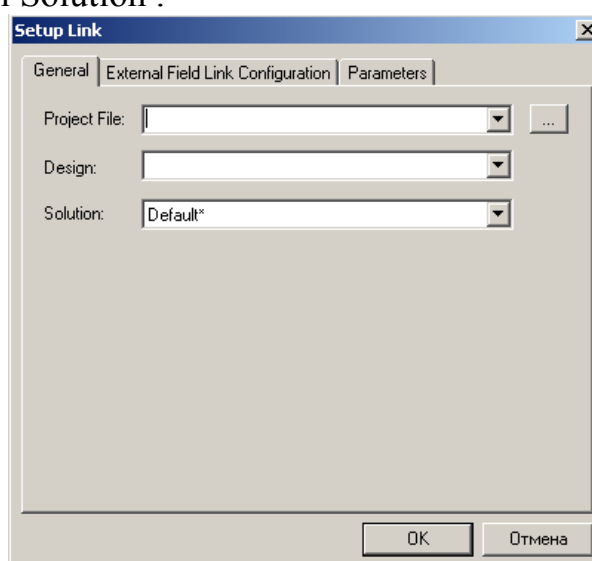

Рис. 5.9. Первая страница описания источника, используемого в виде поля в дальней зоне
5. Чтобы задать источник поля, нажмите кнопку **Setup Link**. Появится окно (рис. 5.9), в котором в закладке **General** имеются строки: Project File, Design, и Solution .